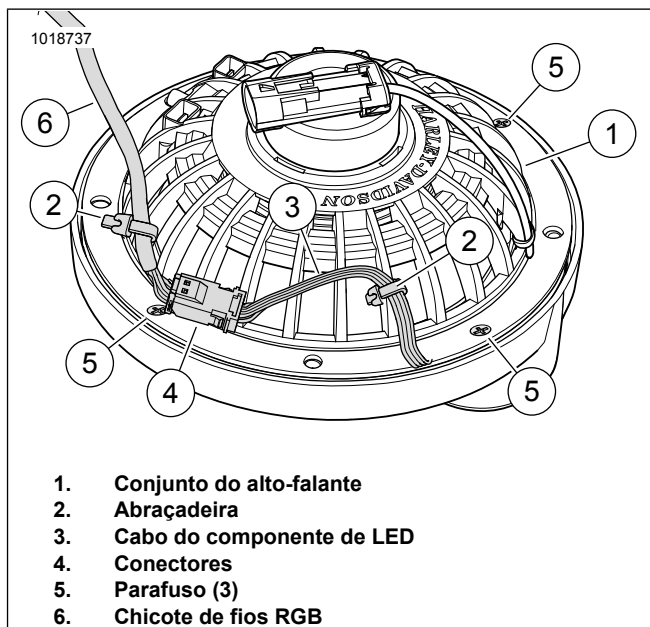

Figura 15. Parte traseira do alto-falante, cabo e abraçadeira
9. Passe o cabo (4) pela perna da ponte do tweeter. Usando a fita adesiva fornecida no kit, corte no comprimento e fixe o cabo na parte de trás da ponte do tweeter.
10. Veja a figura 15. Coloque o conjunto do tweeter e o alto-falante (1) juntos. Alinhe os furos para os parafusos (5).
- a. Junte os conectores (4) do componente de LED (3) no chicote de fios RGB (6).
- b. Oriente o cabo do componente de LED (3) pela parte de trás do alto-falante (1) conforme mostrado. Para estabilizar os conectores (4), fixe o cabo do componente de LED (3) e o chicote de fios RGB (6) com as abraçadeiras (2) conforme mostrado.